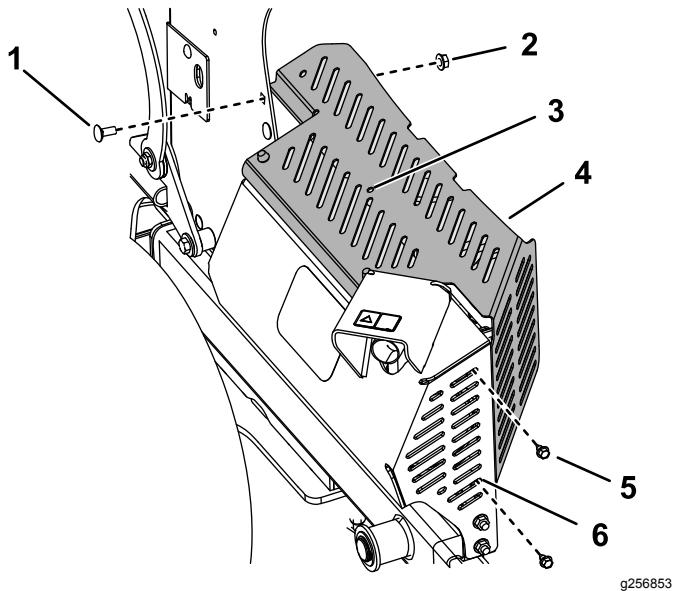

Figure 10
4. Fixez **légèrement** l'écran pare-chaleur par dessus la protection du silencieux en plaçant les languettes à l'intérieur de la protection et à l'intérieur de la tour de la console à l'aide des 2 boulons autotaraudeurs (¼ x ½ po), ainsi que du boulon de carrosserie et de l'écrou que vous avez retirés précédemment (Figure 10).
5. Utilisez le trou central dans l'écran pare-chaleur comme gabarit et percez un trou (7/32 po) dans la protection du silencieux (Figure 10).